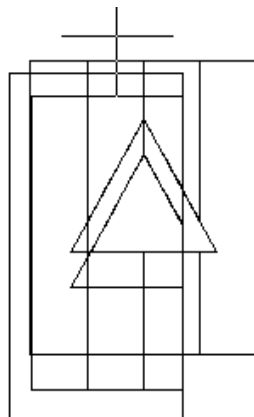

Рис.5.22
- h) на запрос первого угла видового экрана (Specify first corner of viewport) щёлкнуть точку над проекцией разреза (вверху слева от середины новой проекции - рис.5.22);